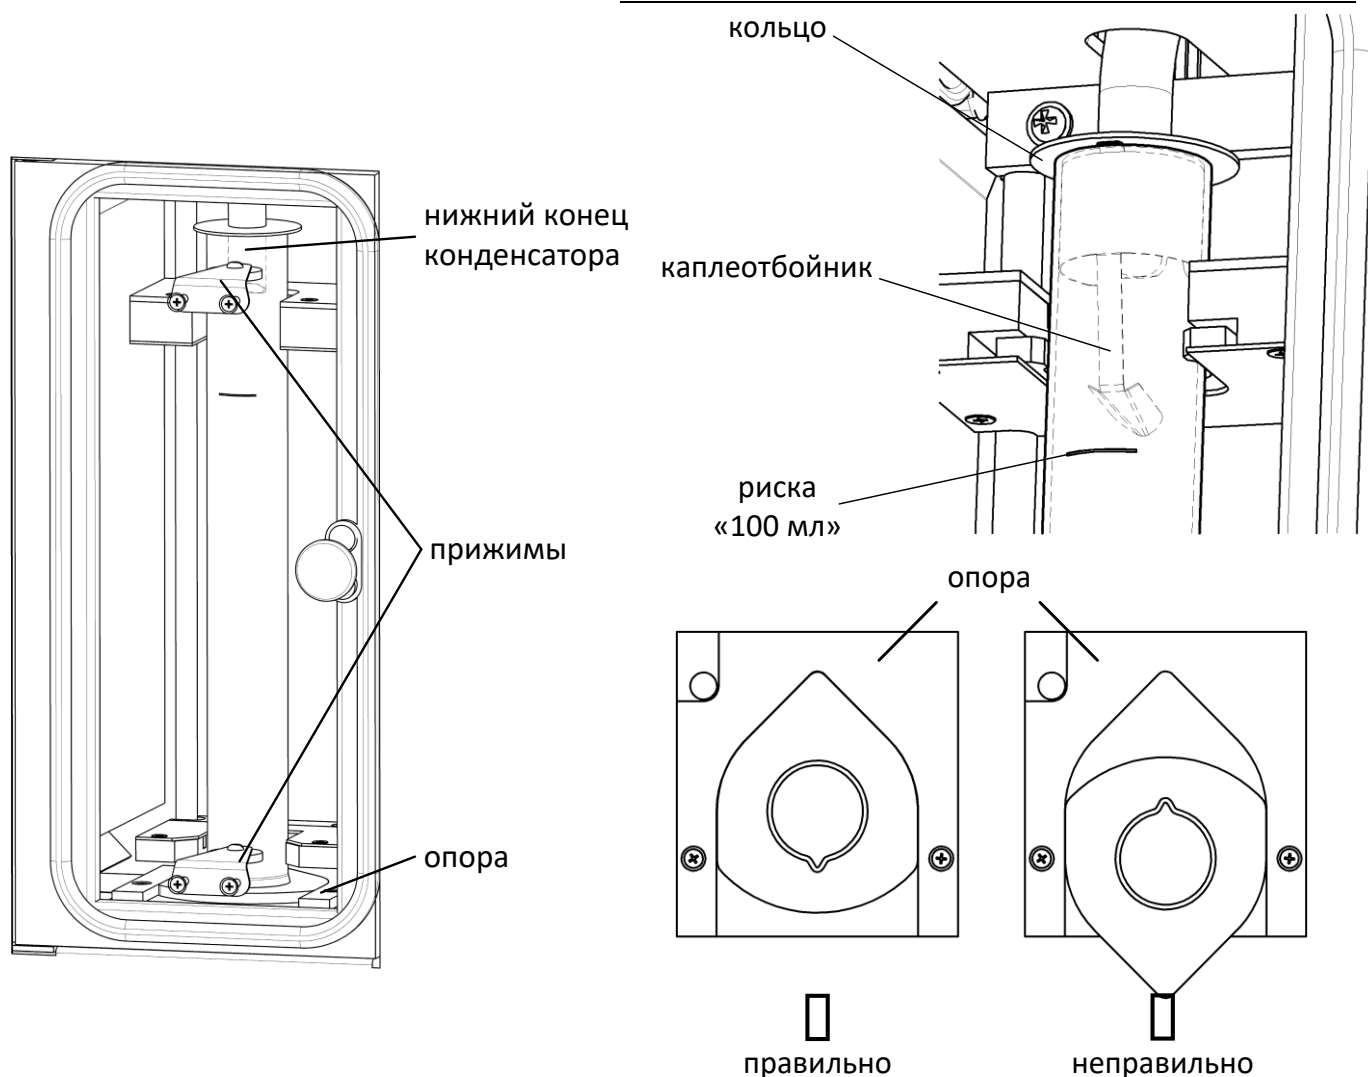

Рисунок 11 – Установка мерного цилиндра в приёмник
4.4.3.27 На нижний конец конденсатора установить резиновое кольцо (см. рисунок 11).
4.4.3.28 В мерный цилиндр установить каплеотбойник (см. рисунок 11). Конец каплеотбойника должен быть направлен в сторону задней стенки приемника.
- 4.4.3.29 Установить мерный цилиндр так, чтобы нижний конец трубки конденсатора оказался внутри мерного цилиндра. Металлическое основание цилиндра должно находиться в специальном углублении (см. рисунок 11). Риски (10 и 100 мл) должны быть обращены вперёд.